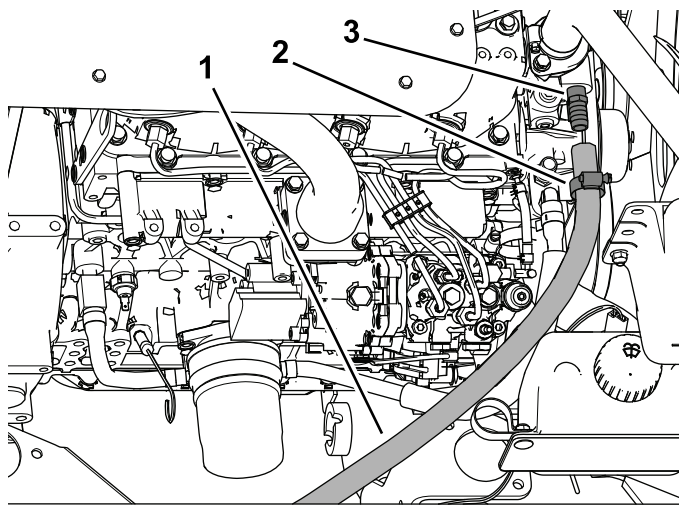

Figura 39
5. Fate scorrere la fascetta stringitubo sul flessibile di mandata e poi inserite il flessibile sopra il raccordo (3/8 NPT x 0,625 dentellato) come illustrato nella Figura 39.